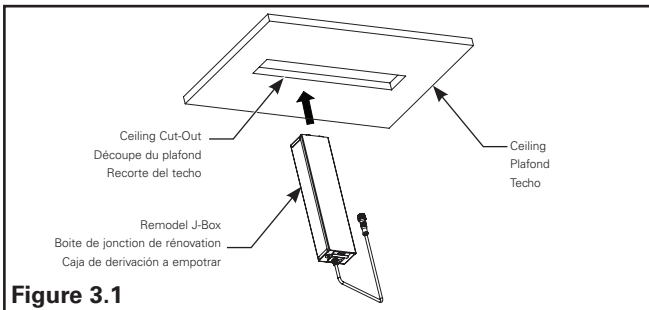

Figure 3.1
- Push Remodel junction box through ceiling cut-out and place it firmly over ceiling. (Figure 3.1)
- Poussez la boîte de jonction de rénovation à travers la découpe du plafond et placez-la fermement sur le plafond (Figure 3.1).